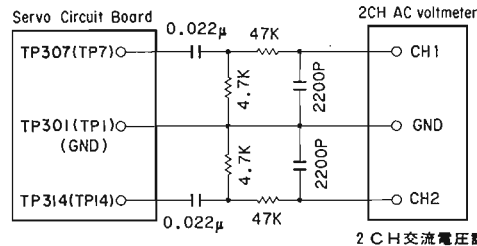

Fig. 4
- Connect the test filter and two CHANNEL AC voltmeter to the Servo circuit board as shown in fig. 4 (CH1 = TP307, CH2 = TP314 and GND = TP301)
- Fig. 4 の様にサーボシートにフィルターとACボルトメーター (2ch) を接続する。